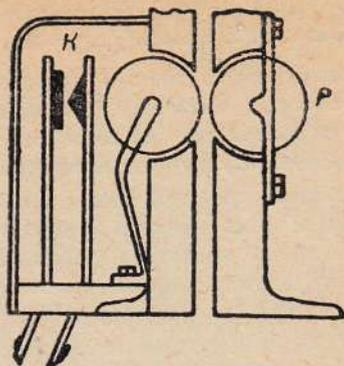

Рис. 3. Контакты в канале гасящих роликов противопожарной коробки
5. Ролики, рычаги и контакты (находящиеся на противопожарных коробках) для компенсации на время разрыва цепи реле автозаслонок (рис. 3).